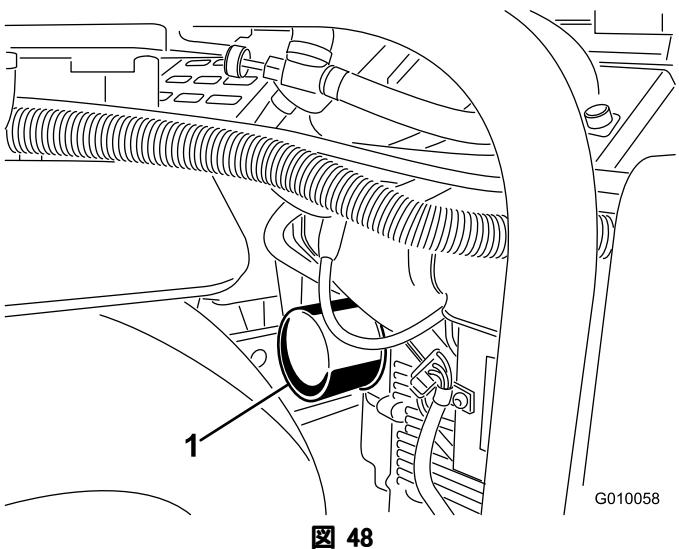
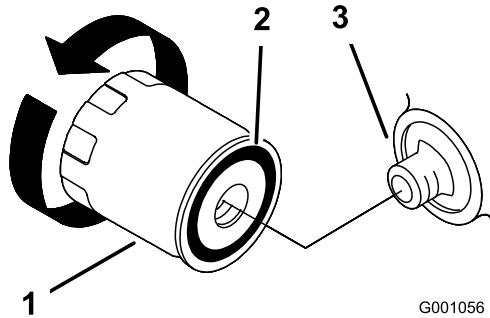

図 48
図 49
- オイルを受けられるように、フィルタの下に浅い容器を置く(図 48)。
- オイル・フィルタ(図 48 と図 49)を外し、フィルタのアダプタ・ガスケットの表面をきれいに拭く。